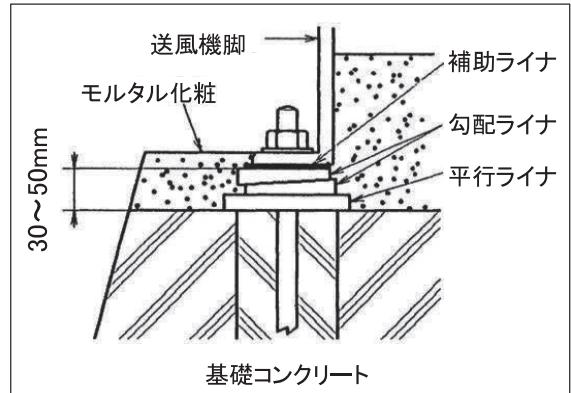

図 4 ライナ配置例
- (3) 平行ライナ 1 枚と勾配ライナ 2 枚を図 4 に示すように送風機の基礎ボルト穴の両側に振り分け配置してください。必要に応じて補助ライナ(厚さ 3mm 以上)を使用してください。基礎ボルト間の距離が 1m を超える場合はさらにその間にライナを設置してください。
- (4) 送風機ベースをライナに乗せ、基礎ボルトを送風機ベースの基礎ボルト穴に通して、箱抜穴内に垂下げさせてください。